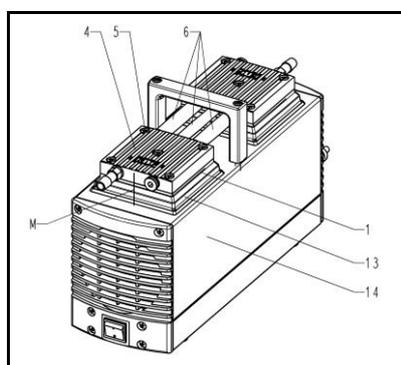

Fig. 4: Démonter les têtes de pompe
- positionner la tête de pompe avec les tuyaux de raccordement (fig. 4/6) de telle sorte que les tuyaux de raccordement se trouvent sous la poignée. (tenir compte du marquage (M))
- Enficher de nouveau les tuyaux de raccordement (6) dans la deuxième tête de pompe
- Placer les têtes de pompe en même temps que le raccordement sur le corps (14).